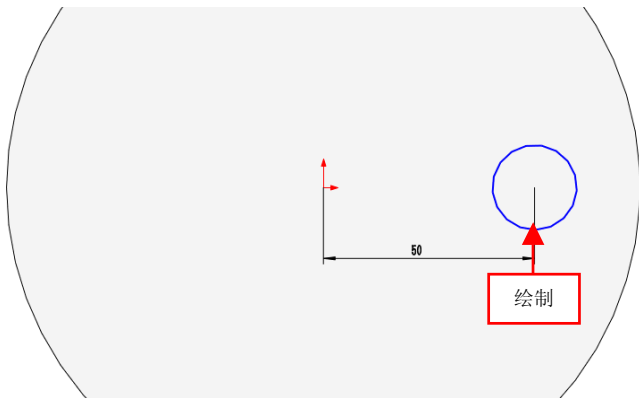

图 15-4 绘制圆对象
(4) 单击【草图绘制】按钮, 选择新创建拉伸特征的上表面, 单击【圆】按钮, 绘制半径为 10 的圆对象, 如图 15-4 所示。